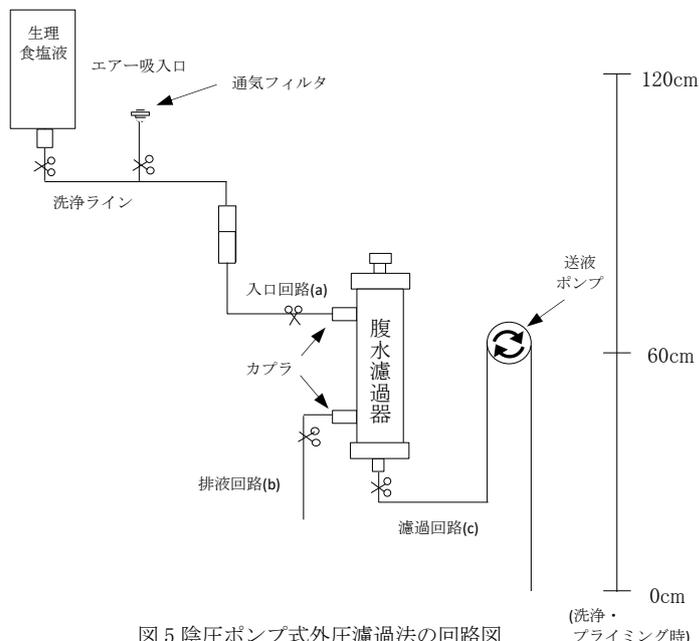

図5 陰圧ポンプ式外圧濾過法の回路図
- 1)本品をイリガドール台のホルダーに取り付ける。(以降の手順に従い、図5の通り接続する)